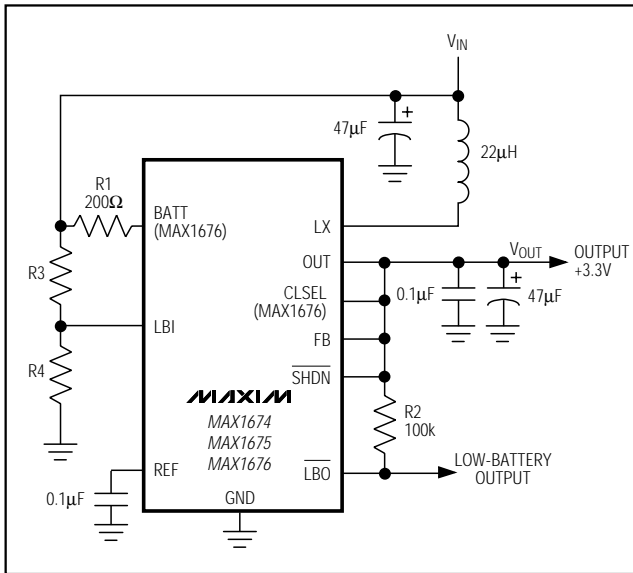

図5. +3.3Vプリセット出力電圧
**Note 2:** Steady-state output current indicates that the device maintains output voltage regulation under load. See Figures 5 and 6.
VOUTは、FB端子をGND(5V)、あるいはOUT(3.3V)に接続することにより、3.3Vまたは5.0Vに設定できます(図5、6)。
MAX1674/MAX1675/MAX1676はローバッテリー検出用に、コンパレータを内蔵しています。LBIの電圧が内部リファレンス電圧(1.30V)を下回ると、 $\overline{\text{LBO}}$ (オープンドレイン出力)は電流をGNDにシンクします。ローバッテリー監視のスレッシュホールドは、抵抗R3およびR4の2個によって設定します(図5、6、及び7)。LBI電流が50nA以下のため、高抵抗(R4 260k )を使用し入力電流を最小とすることができます。R3は、下式で算出します。